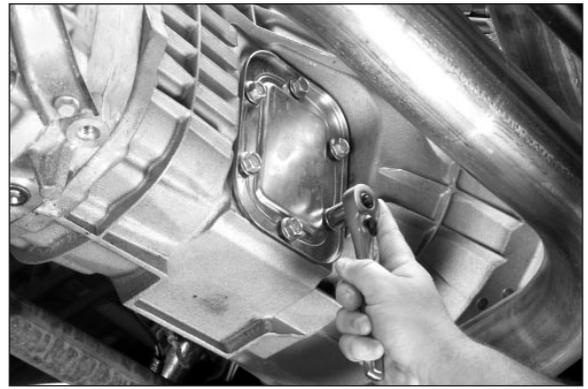

Fig. 2
3. Quite la cubierta y la empaquetadura de la abertura de la PTO de la transmisión. Asegúrese de que la superficie de la abertura esté limpia y seca (Fig. 2).